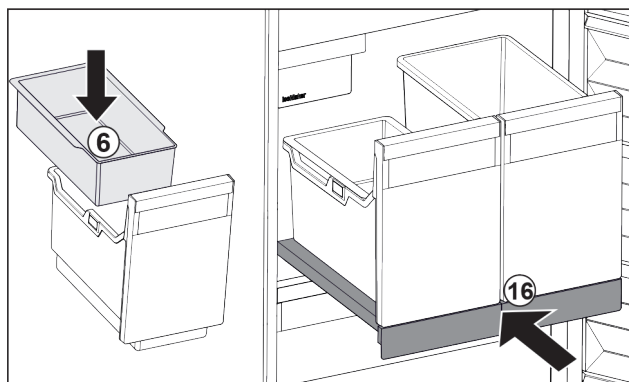

Fig. 107
- ▶ Włożyć półkę zawieszaną Fig. 107 (6) na kostki lodu.